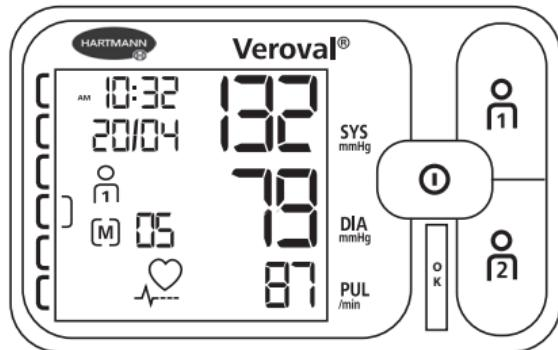

Abb. 1
- Nach dem Ende der Messung erscheinen im Display gleichzeitig der systolische und diastolische Blutdruckwert sowie darunter die Pulsfrequenz (siehe Abb.1).